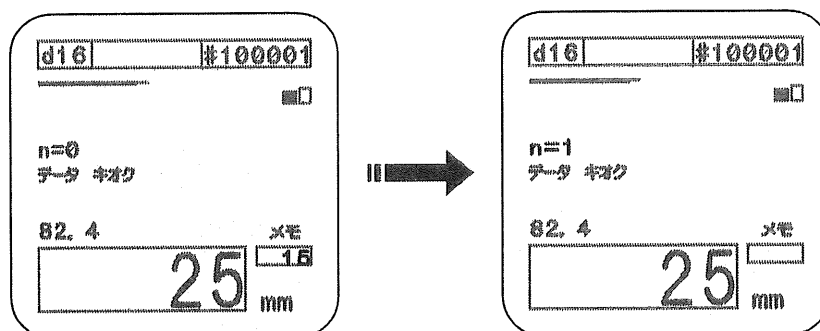

図29
- 今のかぶり厚さの測定結果が保存され、 $n=0$ が $n=1$ に変わります。(図29参照)